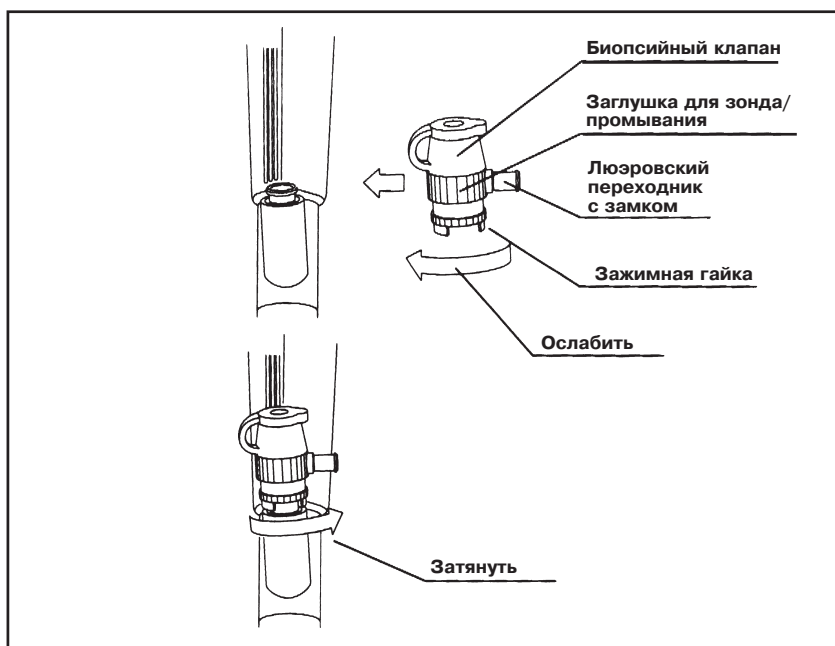

Рис. 4.3
1. Присоедините заглушку для зонда/промывания (MD-807, не входит в комплект) и биопсийный клапан (не входит в комплект) к проксимальному отверстию инструментального канала эндоскопа (см. рис. 4.3).